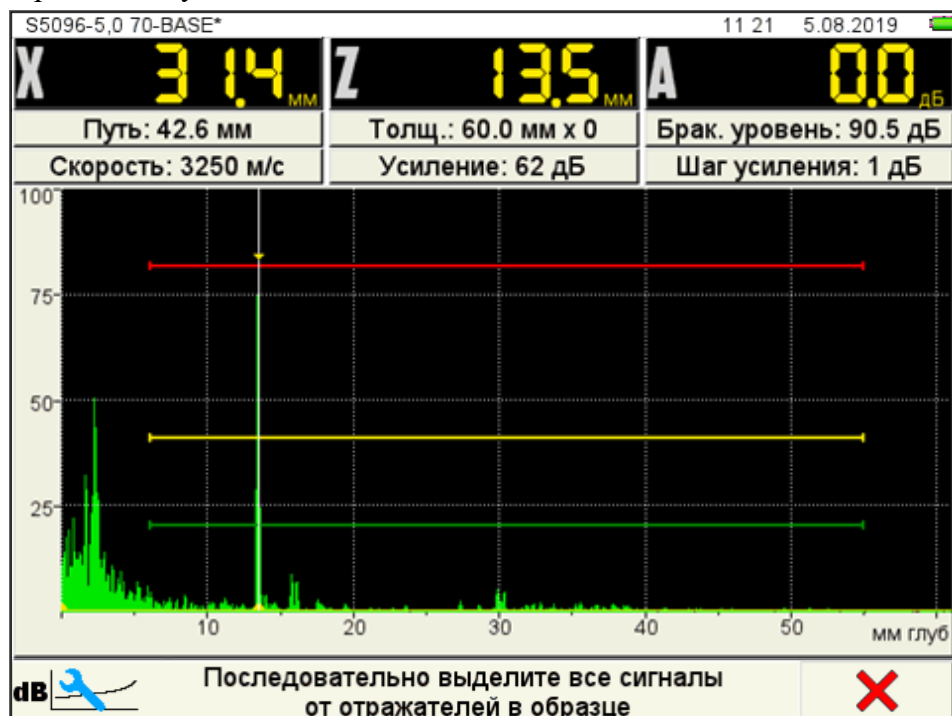

Рисунок 45
– найти максимальный сигнал от первого контрольного отражателя и отредактировать усиление и положение строба таким образом, чтобы сигнал пересекал строб и курсор измерял данный сигнал (рисунок 45);